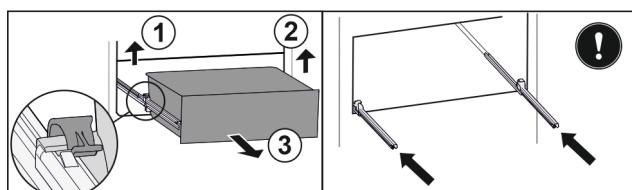

Fig. 38
- Nadvihnite ľavú svorku a súčasne ťahajte zásuvku vľavo dopredu. Fig. 38 (1)
- Nadvihnite pravú svorku a súčasne ťahajte zásuvku vpravo dopredu. Fig. 38 (2)
- Odoberte zásuvku dopredu. Fig. 38 (3)